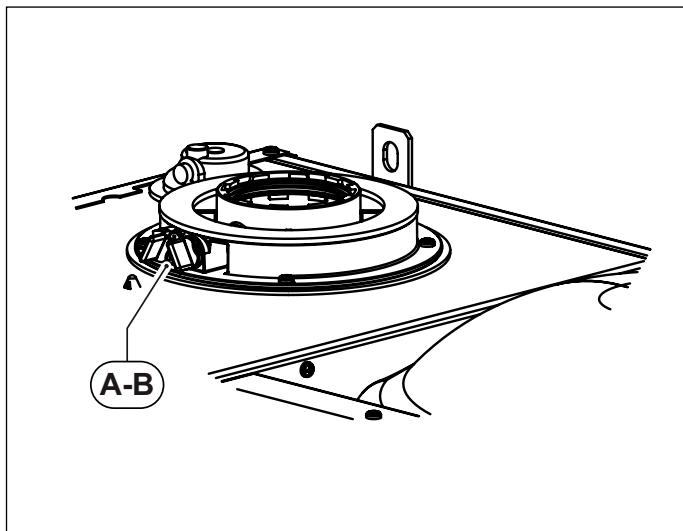
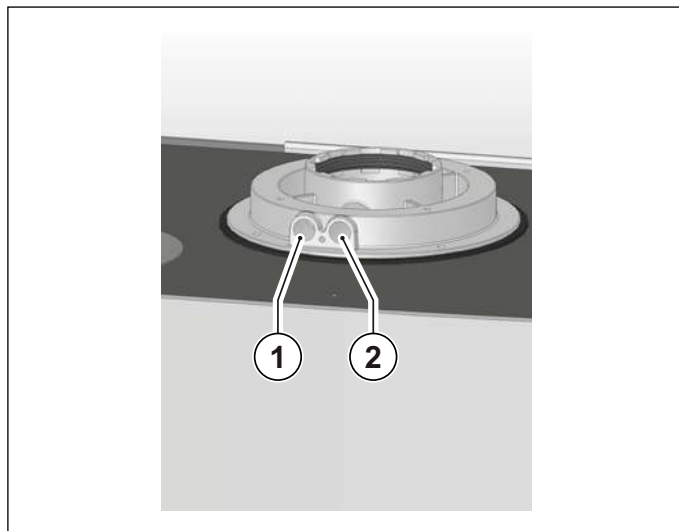

Рис. 13 Положення заглушок
Рис. 14 Положення отворів
На котлі є патрубок для підключення до системи забору повітря/димовідведення (дивись Рис. 13 Положення заглушок та Рис. 14 Положення отворів).
В патрубок передбачено два отвори для прямого доступу до повітря, що йде на згоряння, та до димових газів (дивись Рис. 14 Положення отворів).
Для проведення вимірів необхідно зняти заглушки **A** та **B** з отворів на патрубку (дивись Рис. 13 Положення заглушок).
- замір температури повітря що йде на горіння **1** (дивись Рис. 14 Положення отворів).
- замір температури димових газів та вмісту CO₂ в спеціальному отворі **2** (дивись Рис. 14 Положення отворів).